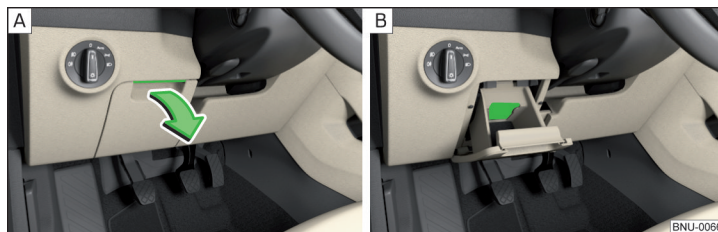

Fig. 102 Ouverture du vide-poches/porte-cartes
- Soulever la poignée et **ouvrir** le couvercle du compartiment » fig. 102 - [A].
Le vide-poches contient un porte-cartes » fig. 102 - [B].